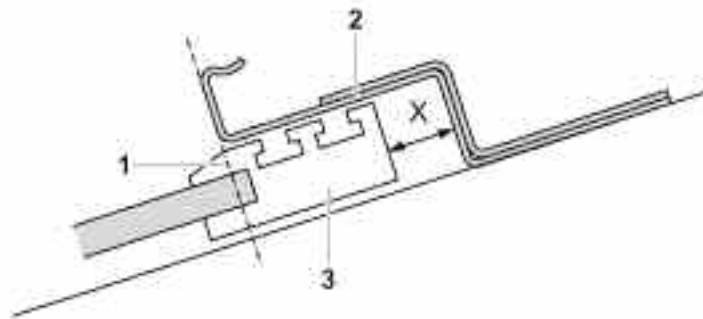

Bild 4-11: Abstand des Montagebügels zum Modul
- ➔ Weitere Reihen der Montagebügel mit einem Abstand x (15 mm) zu Modulen montieren (siehe Bild 4-11).